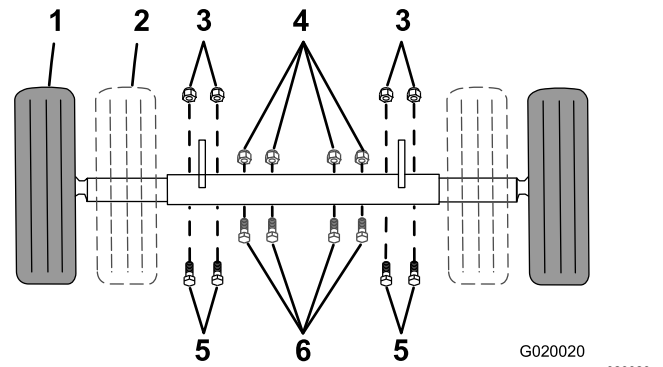

Figure 28
Si votre machine est équipée d'un essieu réglable (Figure 28), vous pouvez le régler à la position étroite pour permettre à la machine de passer par un point d'accès étroit, comme un portail ou l'entrée d'un bâtiment.
1. Point de soutien (2)
7. Retirez les boulons et les écrous qui fixent l'essieu intérieur à l'essieu extérieur (Figure 28).
- Faites glisser chaque côté de l'essieu vers l'intérieur à la position étroite (Figure 28).
- Faites glisser chaque côté de l'essieu vers l'extérieur à la position large (remorquage) (Figure 28).
9. Fixez l'essieu avec les boulons et écrous retirés précédemment (Figure 28), et serrez-les à 87 N·m (64 pi-lb).